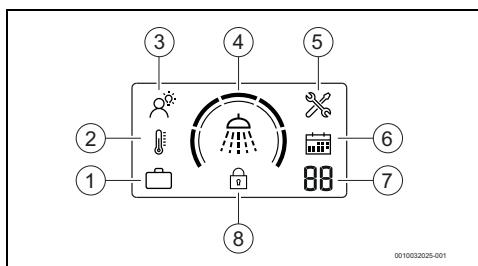

Fig. 5 Module d'affichage du régulateur
- ▶ Appuyer sur la touche jusqu'à ce que l'écran affiche le mode SMART (→ Fig. 5 [3]).
- ▶ Appuyer sur la touche jusqu'à ce que l'écran affiche le mode Manuel (→ Fig. 5 [2]).
- ▶ Appuyer sur la touche jusqu'à ce que l'écran affiche le mode Vacances (→ Fig. 5 [1]).
- ▶ Appuyer sur la touche pour régler le nombre souhaité de jours de vacances (→ Fig. 5 [7]).
Cette fonction verrouille le panneau de commande (→ Fig. 5 [8]).